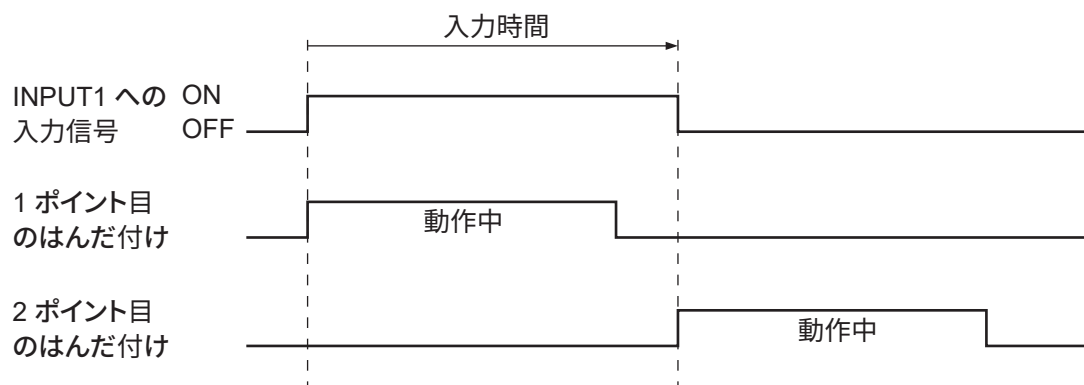

図 7-104
- (1) 外部機器から INPUT1 への入力信号が ON になった時、1 ポイント目のはんだ付けが実行されます。
- (2) 1 ポイント目のはんだ付けが終了した状態で、外部機器から INPUT1 への入力信号が OFF になった時、2 ポイント目のはんだ付けが実行されます。（図 7-104 参照）